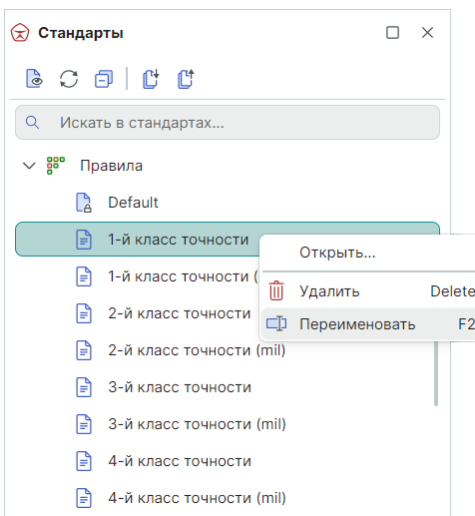

Рис. 124 Переименование шаблона правил
2. Вызовите контекстное меню и выберите пункт «Переименовать», см. Рис. 124. Для данного действия также задана горячая клавиша «F2».